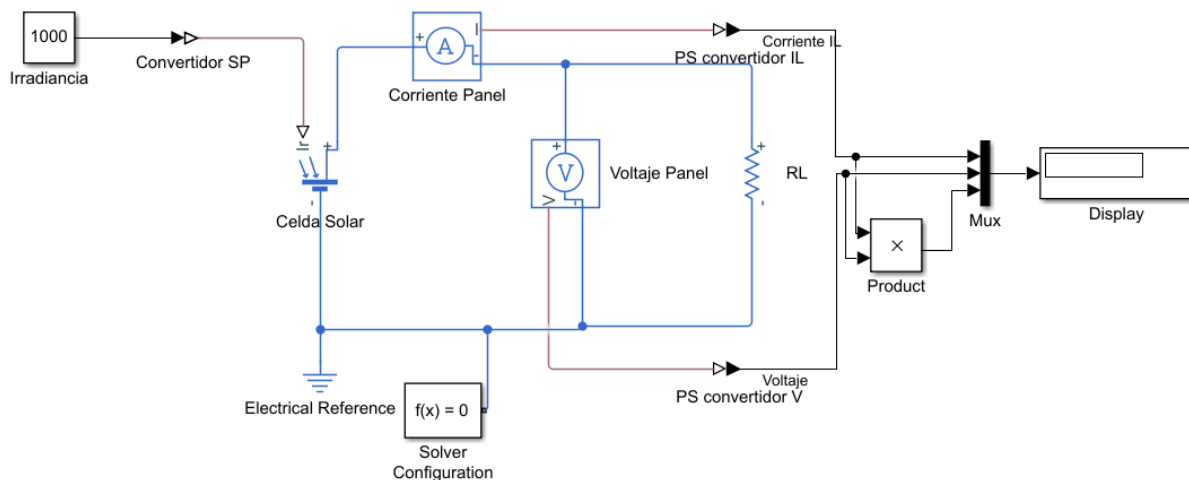

Fig. 49. Diagrama de conexiones para simular el efecto de sombras en un panel solar.
3. Pegue el diagrama y realice los ajustes necesarios para igualar al sistema que se muestra en la **Fig. 49**.